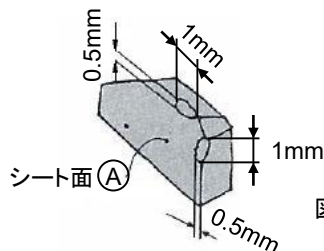

図5
- シート : 図5のように稜線部に幅0.5mm×長さ1mm以上の損傷がある場合。